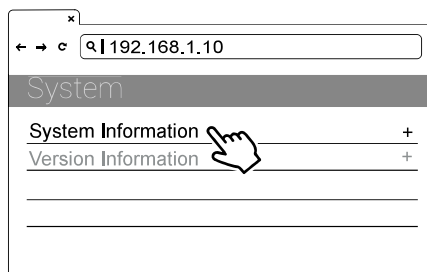

Figura 40. Datos de fecha y hora
- 3) Seleccione: SET | Network | System Information | System DateTime. Véase la figura 40.